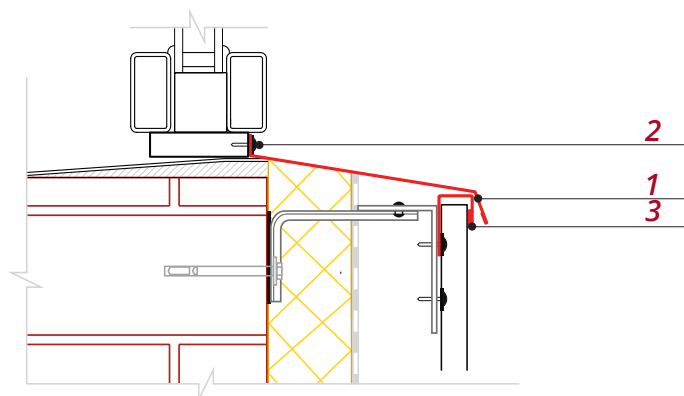

Рис. 20
■ Установите J-профиль 18мм **3** по всей ширине оконного проема, как показано на рис. 20.
- Панель должна войти в пазы Околооконных планок и J-профиля под отливом на половину их глубины (рис. 20).